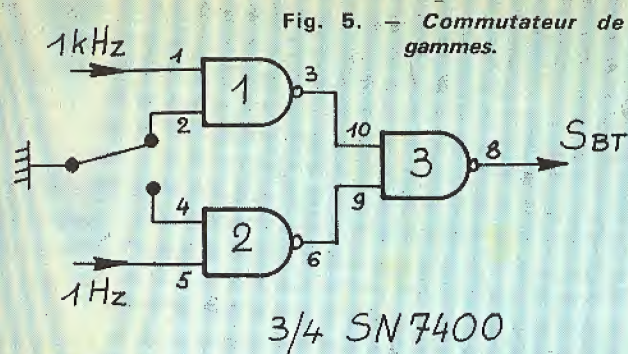

Fig. 6. - Commande de porte.
- Commande de porte (Fig. 6) : Aucun changement : Un SN7473 contenant 2 basculeurs JK, ouvre la porte pendant la durée choisie et la maintient au blocage jusqu'à remise à zéro générale du compteur (par RAZ).